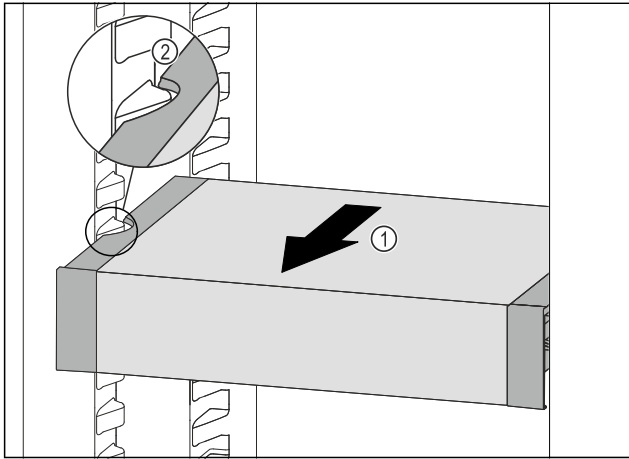

Fig. 207
- Tirer le VarioSafe vers l'avant Fig. 207 (1) jusqu'à ce que les encoches latérales du VarioSafe se trouvent au niveau de la nervure du bac dans la partie réfrigérateur. Fig. 207 (2)